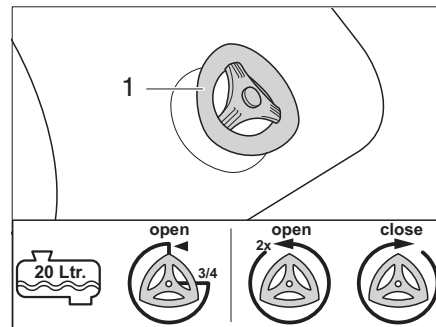

Bild 286 Avtappningskran
- 1/2 full eller mindre: Vrid avtappningskranen (Bild 286,1) ett 3/4-varv moturs. Vattnet rinner ut.
- 3/4 full och mer: Vrid avtappningskranen (Bild 286,1) 2 varv moturs. Vattnet rinner ut.
- Stäng avtappningskranen (Bild 286,1) medurs.